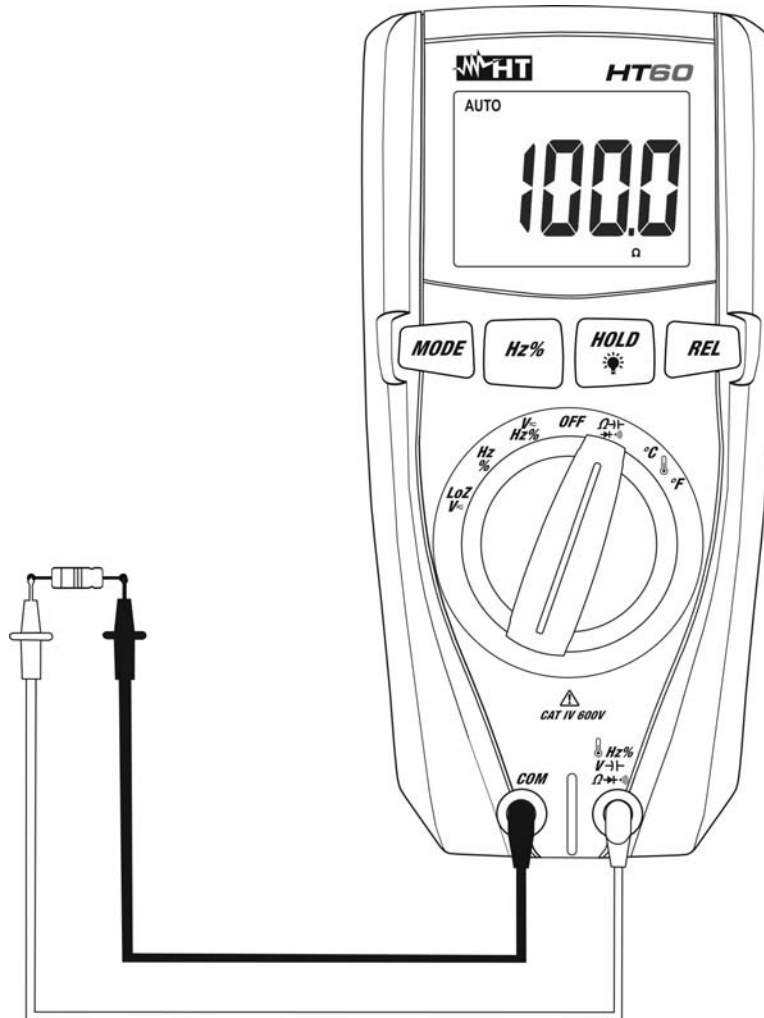

Abb. 5: Verwendung des Gerätes für Widerstandsmessung und Durchgangsprüfung
3. Verbinden Sie die Messleitungen in die gewünschten Messpunkte des zu messenden Kreises (siehe Abb. 5). Der Widerstandswert erscheint auf dem Display.